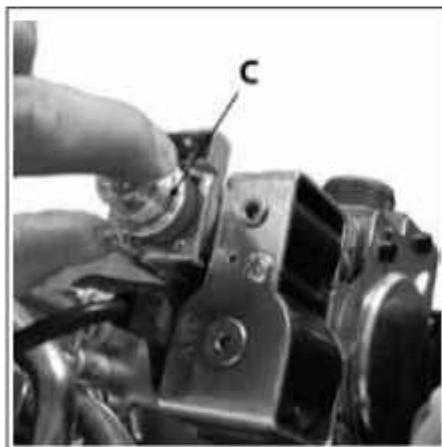

Рис. 47 Катушка модуляция газового клапана
- Снять пластиковый колпачок С (смотри Рис. 47 Катушка модуляция газового клапана) с верхней части бобины модулятора газового клапана, который предохраняет винты регулятора давления.